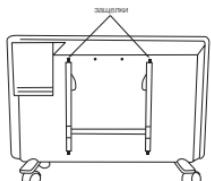

Рис. 4
- нажмите на защелки и потяните кронштейн на себя нажав вниз на две защелки (рис. 4);
Произвести чистку пространства позади установленного на стене обогревателя довольно сложно. Нажмите вниз две защелки (рис. 4) на задней стенке обогревателя, и потяните сам обогреватель вперед. После того, как он будет снят, можно будет вымыть стенку, на которой он был установлен.